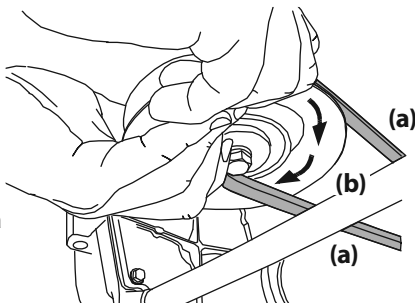

Figura 46
- d. Mientras sostiene la correa de la PTO (a) hacia abajo, siga girando la polea de la PTO (b) hasta que la correa de la PTO (a) se deslice fuera de la polea (b). Consulte la Figura 46. Baje la plataforma a la posición de corte más baja.
10. Mientras sostiene la correa y la polea de la PTO juntas, gire la polea de la PTO hacia la izquierda (Consulte la Figura 46). Siga sosteniendo y rotando la polea de la PTO y la correa de la PTO hasta que la correa de la PTO se enrolle totalmente en la polea de la PTO.